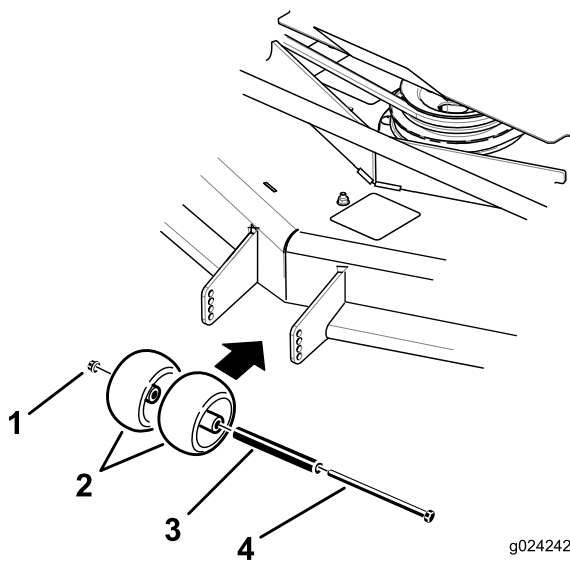
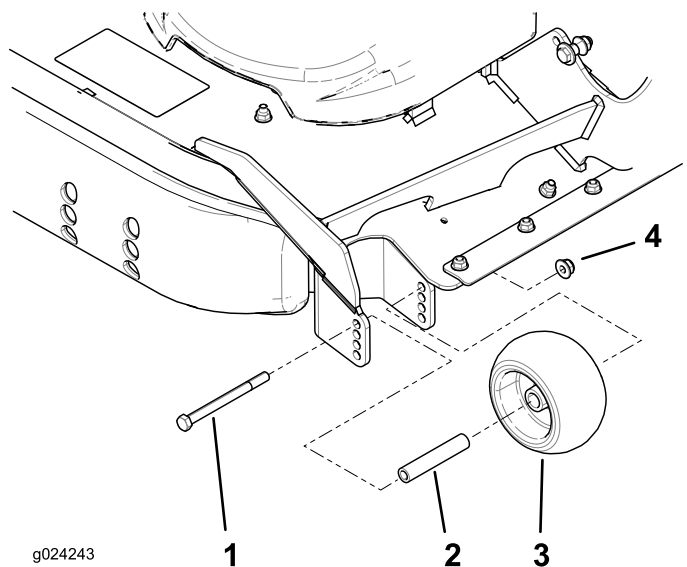

Figure 34
Figure 35
3. Réglez les galets anti-scalp comme montré à la Figure 34 et la Figure 35.